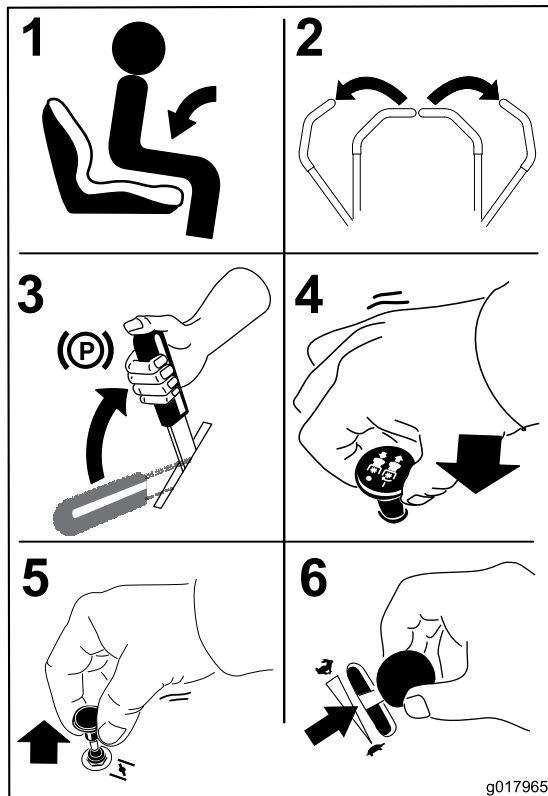

Figura 14
1. Siéntese en el asiento (Figura 14) y abroche el cinturón de seguridad.
2. Mueva los controles de movimiento hacia fuera a la posición de bloqueo/punto muerto (Figura 14).
3. Ponga el freno de estacionamiento (Figura 14); consulte Aplicación del freno de estacionamiento.
4. Mueva el mando de control de las cuchillas a la posición de Desconectado (Figura 14).
6. Mueva la palanca del acelerador a un punto intermedio entre las posiciones de rápido y lento (Figura 14).